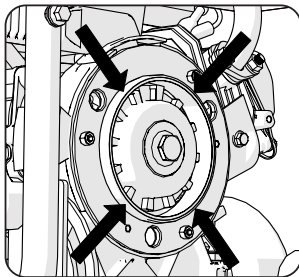

Abb. 24
- Der Steck-Restring befindet sich um die Motorausgangswelle (Abb. 24)